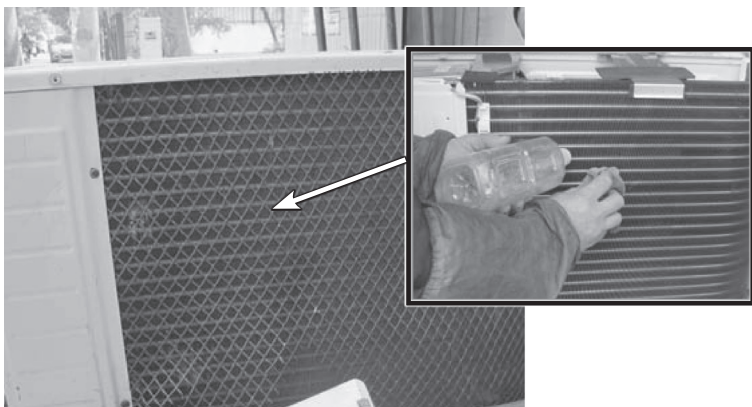

图 4-8 清洗冷凝器
7) 怀疑冷凝器脏堵，故用水清洗冷凝器，如图 4-8 所示，故障依旧。